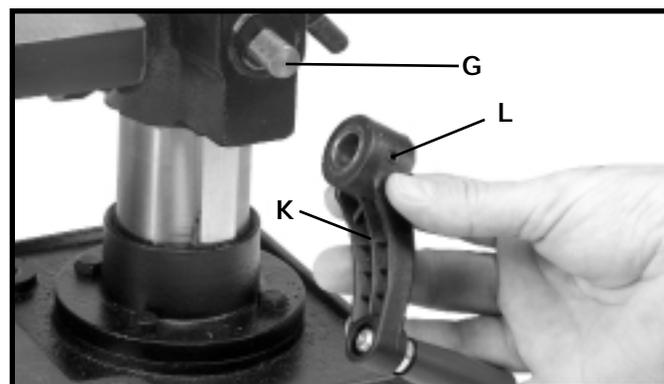

Fig. 10
6. Montez la manivelle de relèvement et d'abaissement (K) fig. 10 du plateau, sur l'arbre (G) de la vis sans fin et serrez la vis (L) contre le méplat de l'arbre.